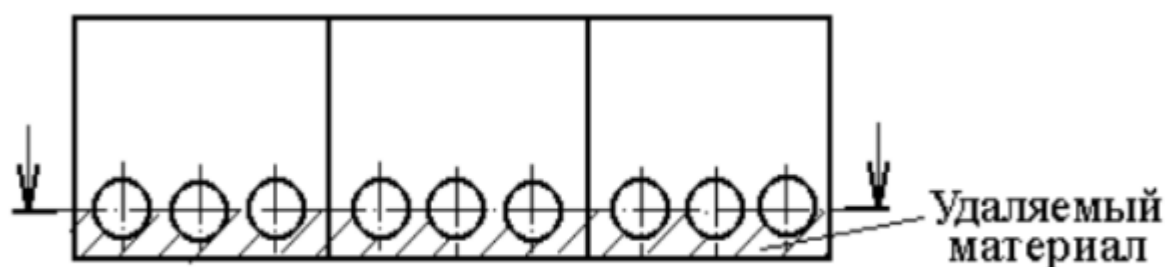

Рис. 3. Схема проточки заготовки после пробивки отверстий
4. Разрезать заготовку на станке вдоль осевой линии обработанных отверстий до их диаметральной плоскости (рис. 3). Вскрытую поверхность довести на шлифовальном и полировальном оборудовании